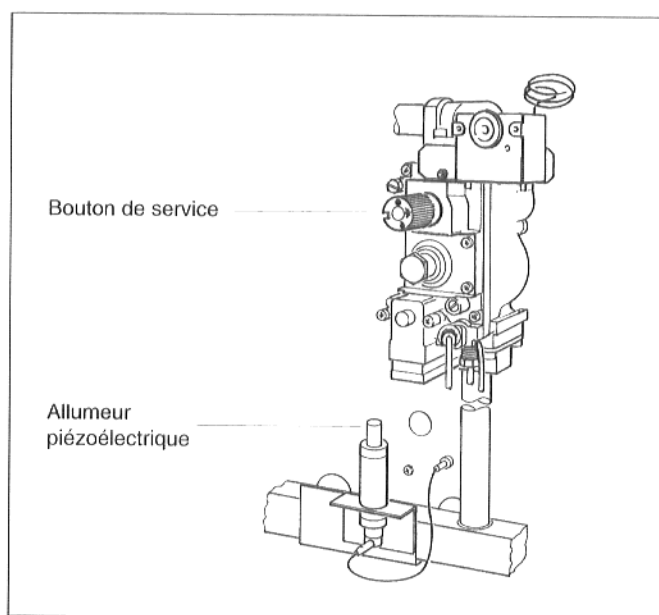

Fig. 24
- Appuyer sur le bouton de service du bloc gaz du brûleur et le maintenir enfoncé. En même temps, appuyer plusieurs fois sur l'allumeur piézoélectrique (fig. 24). L'étincelle ainsi provoquée allume la veilleuse. Relâcher le bouton de service après environ 1/2 minute et vérifier que la veilleuse est bien allumée. Lors de la première mise en service, maintenir le bouton de service enfoncé un peu plus longtemps et répéter éventuellement le processus plusieurs fois.
- Appuyer sur le bouton de service du bloc gaz du brûleur et le maintenir enfoncé. En même temps, appuyer plusieurs fois sur l'allumeur piézoélectrique (fig. 24). L'étincelle ainsi provoquée allume la veilleuse. Relâcher le bouton de service après environ 1/2 minute et vérifier que la veilleuse est bien allumée. Lors de la première mise en service maintenir le bouton de service enfoncé un peu plus longtemps et répéter éventuellement le processus plusieurs fois.